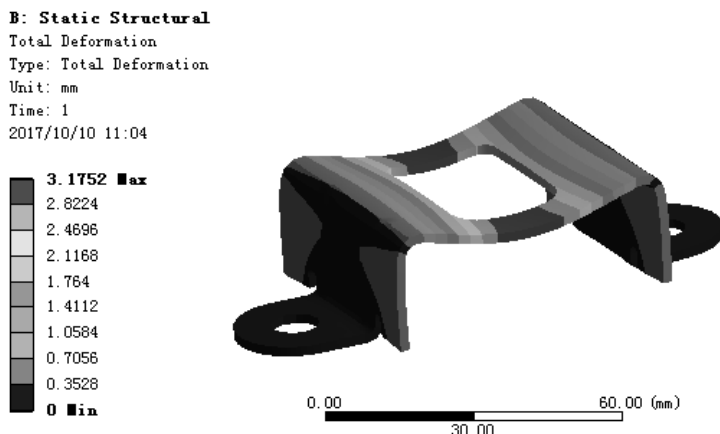

图 7.4.11 位移变形结果图解
(3) 查看位移变形结果图解。在“Outline”窗口中选中  **Total Deformation**，查看图 7.4.11 所示的位移变形结果，其最小位移为 0 mm，其最大位移为 3.1752mm。